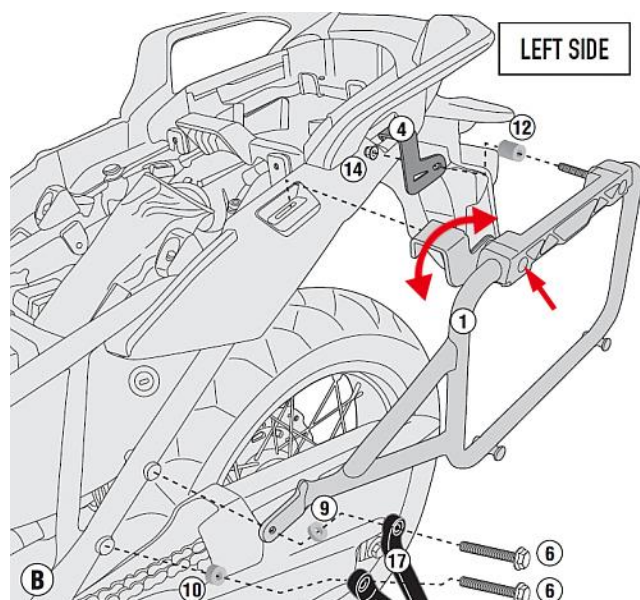

図 2
7. 引き続き脱落や傷付きに十分注意しながら、純正タンデムステップホルダー（左）の後側取り付け穴部に①パニアホルダー（左）の車体進行方向側ステーをあてがい、⑥フランジ付き六角ボルト（2ヶ）と⑩/⑨スペーサー（各1ヶ）、適宜純正ワッシャ（2ヶ）を使用して、純正タンデムステップホルダー（左）と一緒に車体に仮組みします。（図2参照）